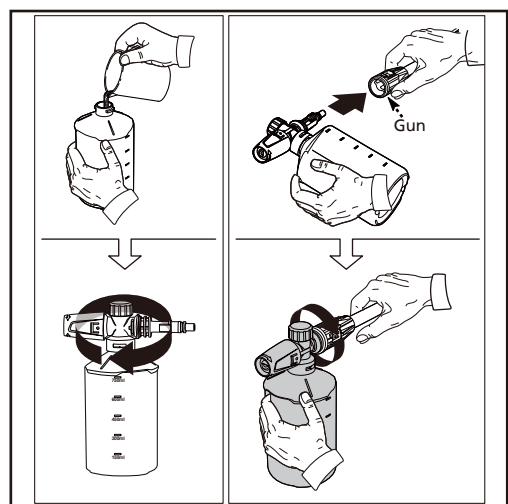
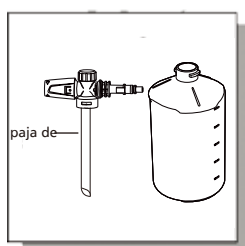

Fig.8
Fig. 9
- Cuando se utiliza la botella de detergente, rellenarlo con un detergente o limpiador correctamente formulados con relación agua siguiendo las instrucciones del envase (Fig. 8). El detergente botella viene con una paja que está montado en la parte superior de tornillo. Si no ve la paja, mire en el interior de la botella y fijarlo a la parte superior de tornillo (Fig. 9).